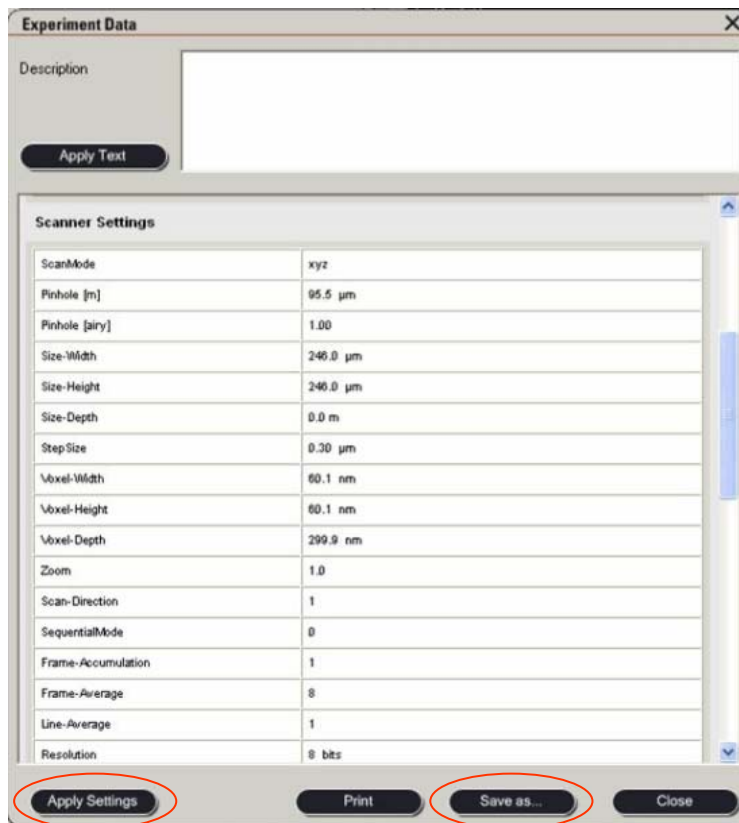

图 8-5 采图参数
3. 图像采集参数的观察及恢复：右键点击图像文件名，选择”Properties of...”，即显示该图像采集时的所有参数设置信息，如图 8-5。